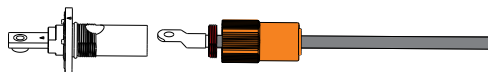

Figura 4.2-4
Paso 3: Inserte las orejetas del cable prensado en los enchufes de los terminales de la máquina, como se muestra en la Figura 4.2-4.